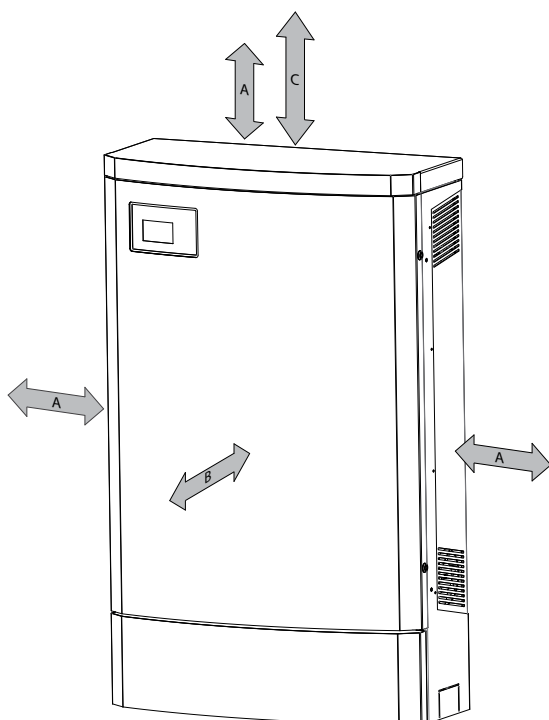
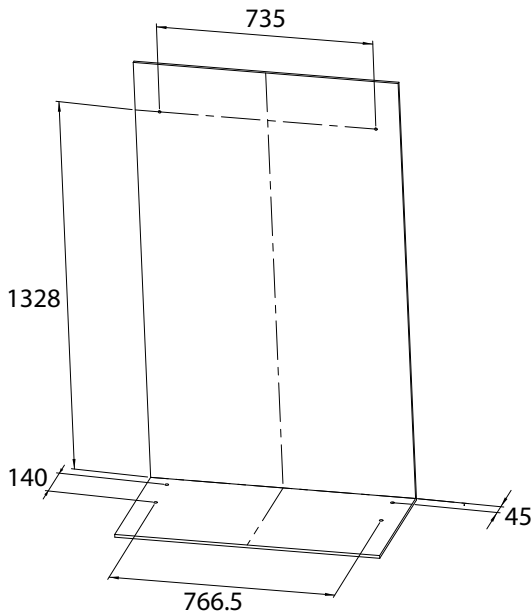

Figura 4: Distâncias mínimas
Figura 5: Distâncias entre os furos (em mm)
- Distâncias mínimas para a montagem: ver Figura 4 na página 15 e Figura 5 na página 16.